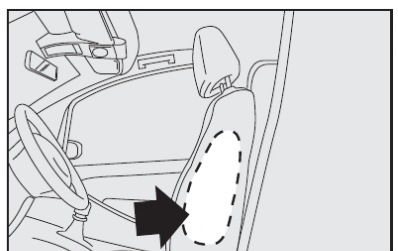

fig. 111
**AIRBAGS LATERAIS (SIDE BAG) - fig. 111**